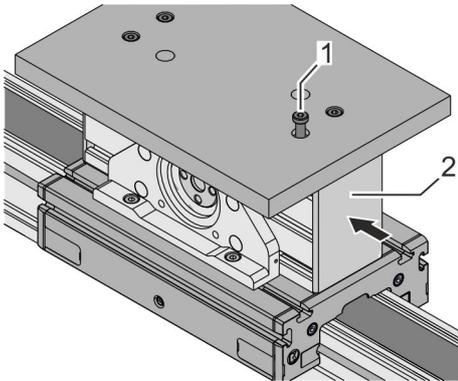

Abb. 28: Nutensteine befestigen
3. ➔ Abdeckkappe (Abb. 28/2) auf das Umlenkgewände am Führungsschlitten einsetzen.
Schraube (Abb. 28/1) vorsichtig für jeden Nutenstein festziehen: